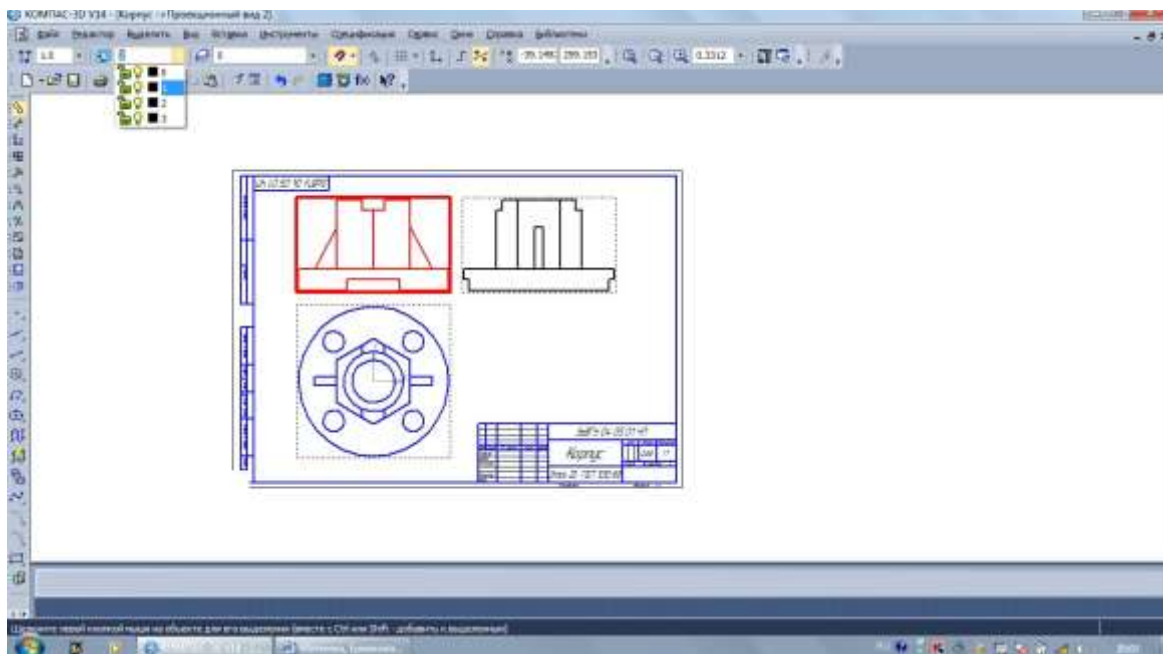

Рис. 1. Изменение состояния видов
1. Щелкните на кнопке **Список видов** в строке текущего состояния и выделите из списка вид **1** – вид с данным именем станет текущим (рис. 1).